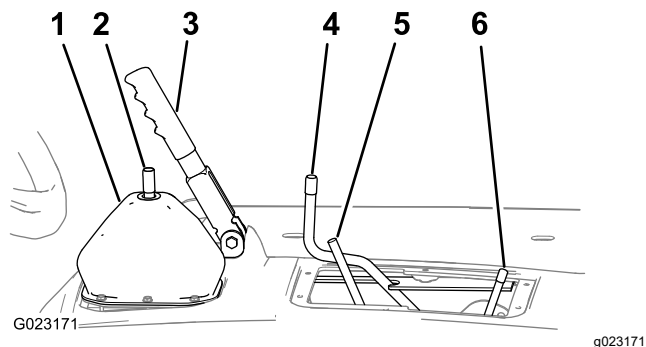

**Рисунок 10**
1. Отверните 6 болтов, которые крепят узел ROPS к раме автомобиля, как показано на **Рисунок 9** и **Рисунок 10**.